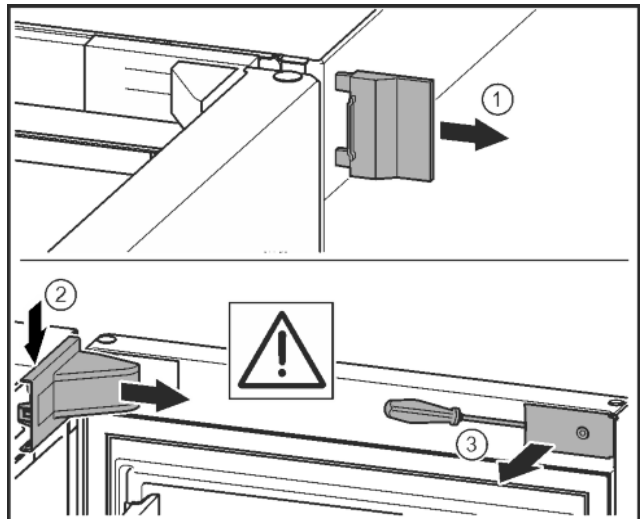

*Fig. 10*
- Schraube an Schließdämpfereinheit mit Schraubendreher T15 ca. 14 mm lösen. *Fig. 10 (1)*
- Mit einem Schraubendreher griffseitig hinter die Schließdämpfereinheit fahren und nach vorne drehen. *Fig. 10 (2)*
- Schließdämpfereinheit herausziehen. *Fig. 10 (3)*